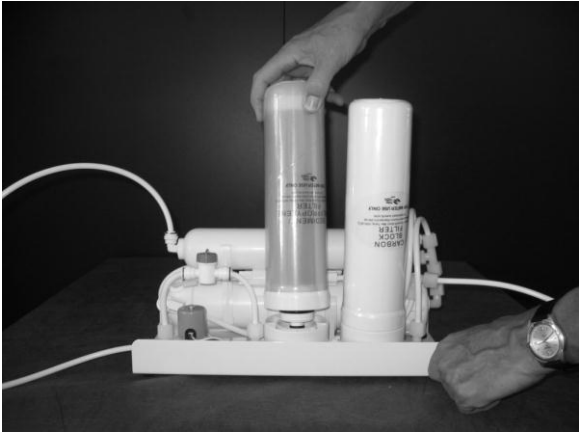

Fig. 1
3. Placer **PURA PLUS™** sur une surface plane et enlever, en les dévissant, le préfiltre sédiments et le filtre charbon block (fig. 1 & 2). Essuyer les légères pertes d'eau avec du papier ou un chiffon.